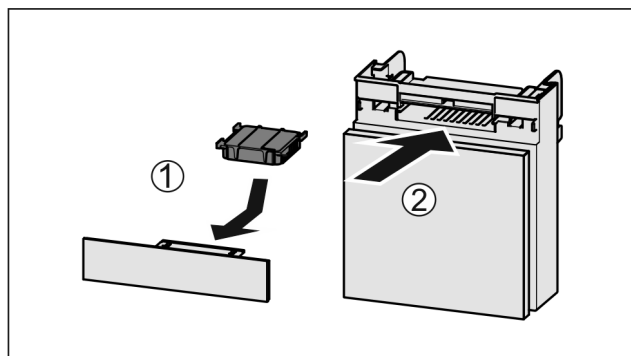

Fig. 213
- ▶ Helyezze be Fig. 213 (1) az aktívszén-szűrőt az ábrán látható módon.
- ▶ Tolja be Fig. 213 (2) a rekeszt.